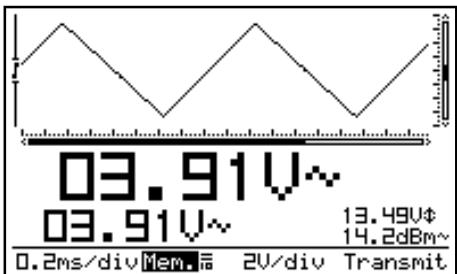

Fig 53
„Transmit“ (2) is displayed briefly during the file transmit. (Fig.53)
„Transmit“ (2) zal tijdelijk verschijnen tijdens het doorsturen van het bestand. (Fig.53)
“**Transmit**” (2) s'affiche brièvement pendant la transmission du fichier. (Fig.53)
„**Transmit**“ (1) erscheint zeitlich während des Sendens vom Bestand. (Abb. 53)